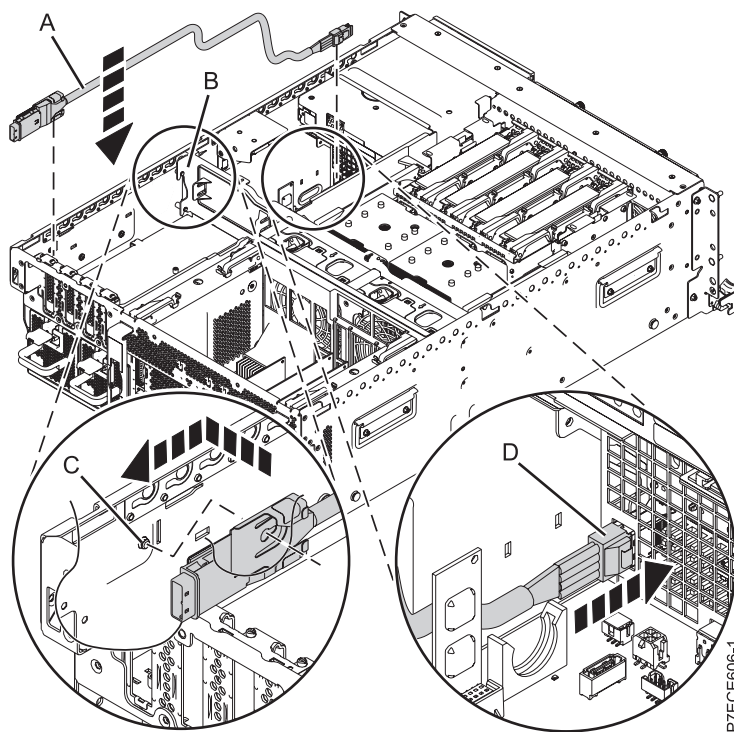

Figura 58. Sustitución del cable SAS
4. Conecte el acoplamiento SAS del cable SAS (A) al puerto de conexión SAS externo en la placa posterior del sistema, en la parte posterior del sistema, hasta que encaje en su lugar, como se muestra en Figura 58.
5. Coloque el cable junto al muro lateral y deslice el cable a través de la abrazadera central (B), hacia el puerto de conexión SAS de la placa posterior de la unidad de disco.
6. Empuje la pieza de acoplamiento SAS (D) en el puerto de conexión SAS de la placa posterior del sistema hasta que encaje en su lugar.